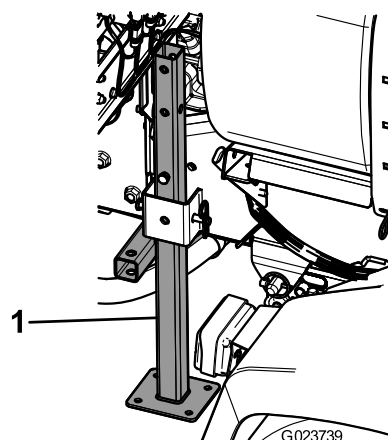

Figura 51
- Inserite i cavalletti metallici posteriori dal basso verso l'alto nel telaio vicino ai punti di ancoraggio posteriori (Figura 51).